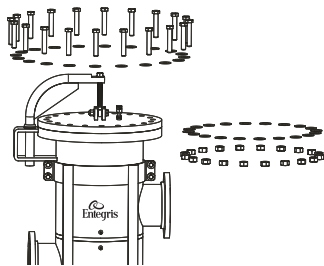

図 12.
1. 適切なサイズのレンチを使い、ハウジングフランジの上部からボルト/スタッド、ナット、ワッシャーを取り外します (図 12)。